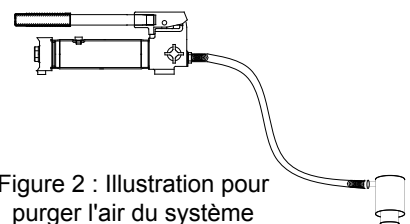

Figure 2 : Illustration pour purger l'air du système
1. Placez la pompe à une position plus élevée que le tuyau et le vérin comme illustré à la figure 2.